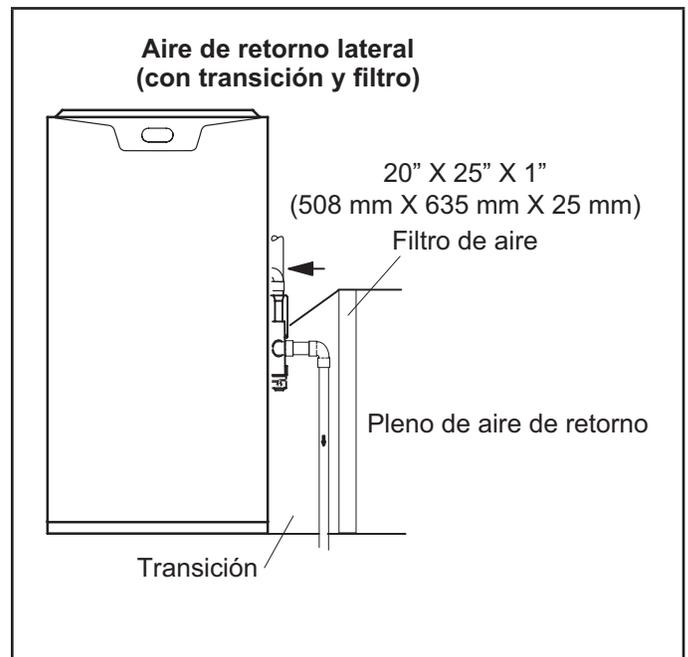

Figura 13
**Las aplicaciones de la unidad EL196UHEK que incluyen aire de retorno lateral y una trampa de condensado instalada en el mismo lado del gabinete (la trampa se puede instalar a una distancia máxima de 5 pies) requieren ya sea una base para el aire de retorno o una transición fabricada en el sitio para acomodar un accesorio de calidad del aire interior (IAQ) 14.5" más alto. Ver Figura 13.**